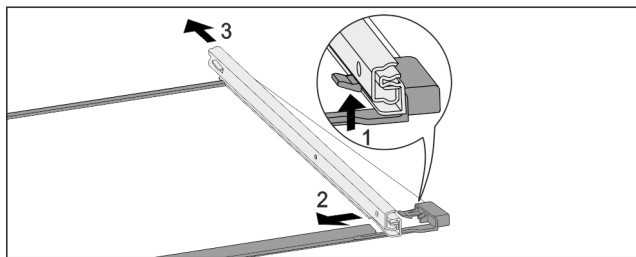

Fig. 77 Стеклопанель с направляющими
- ▶ Отожмите передний стопорный крючок вверх. Fig. 77 (1)
- ▶ Сдвиньте выдвижную направляющую в сторону Fig. 77 (2) и назад Fig. 77 (3).